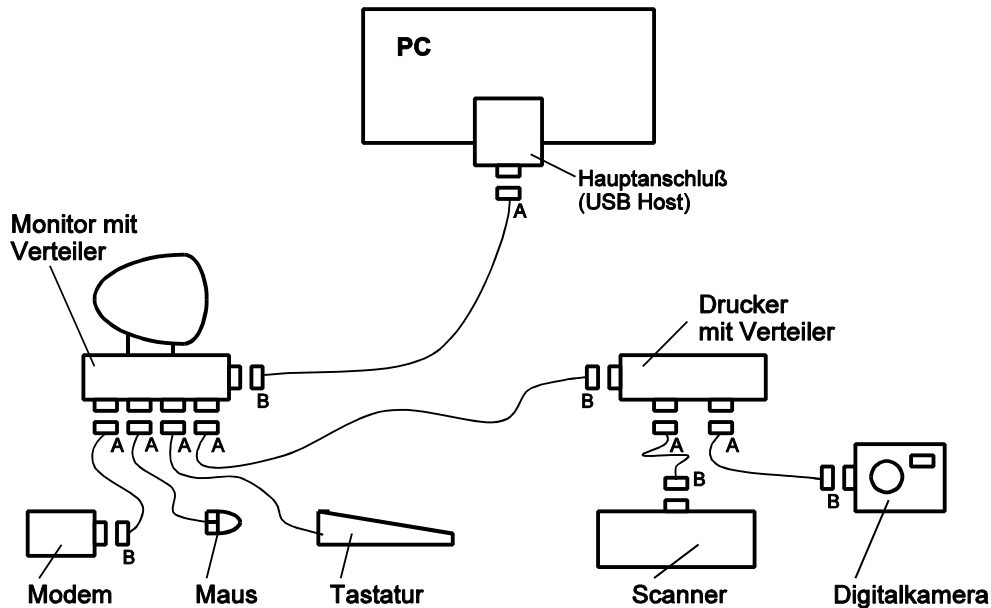

Abbildung 6.2 USB-Verkabelungsbeispiel
1. Auch der Drucker ist hier (in Abbildung 6.2) ein USB-Gerät.